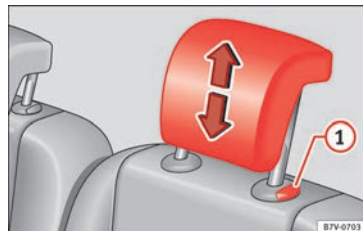

Abb. 151 Kopfstützeneinstellung der zweiten der dritten Sitzreihe.
- Die Kopfstütze in Pfeilrichtung nach oben oder unten schieben »» **Abb. 150** oder »» **Abb. 151**  durch Knopfdruck verstellen »»  in Kopfstützen aus- und einbauen auf Seite 153.